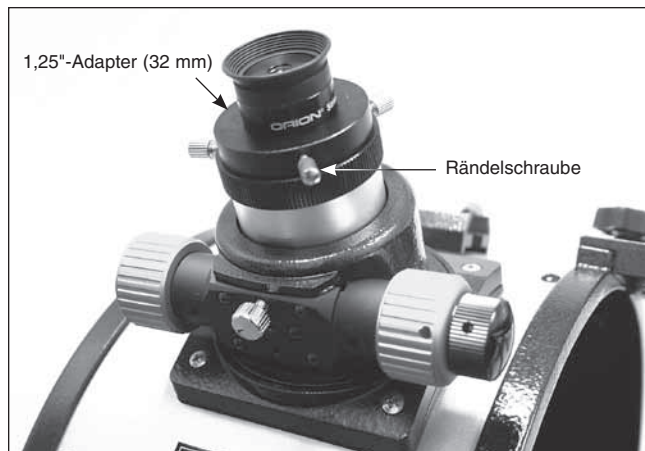

Abbildung 34. Das 1,25" (32 mm) Sirius Plössl Okular im Okularauszug des abnehmbaren 1,25"-Adapter installiert.
4. Um das beleuchtete 10 mm Sirius Okular von Plössl anstelle des 2"-DeepView-Okulars einzusetzen, lassen Sie den 1,25"-Adapter (32 mm) im Okularauszug. Achten Sie darauf, dass die beiden Rändelschrauben am 2"-Adapter (51 mm) fest angezogen sind. Lösen Sie nun die Rändelschraube am 1,25"-Adapter (32 mm), nicht aber die beiden Rändelschrauben am 2"-Adapter (51 mm). Setzen Sie das 1,25"-Okular (32 mm) in den 1,25"-Okularadapter ein, und befestigen Sie es durch Festziehen der Rändelschraube am 1,25"-Okularadapter (**Abbildung 34**). Das 2" Okular (51 mm) kann im Okulargestell aufbewahrt werden, bis Sie es benötigen.